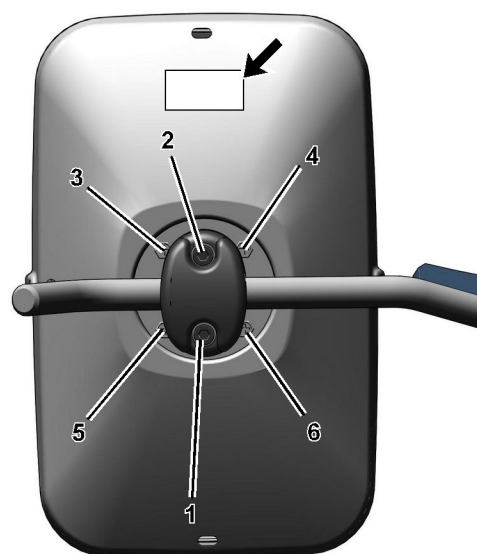

Ilustración 241
Puede ser necesario apretar periódicamente los pernos de montaje del espejo. Si los pernos están flojos, apriételes en la secuencia que se muestra en la ilustración 241. Apriete los pernos (1) y (2) a $11 \pm 2 \text{ N}\cdot\text{m}$ ($8.1 \pm 1.5 \text{ lb}\cdot\text{ft}$).